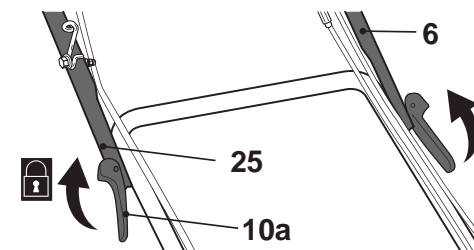

Fig. 4
6. Fixer la poignée supérieure (6) avec le kit de montage (10) à la poignée inférieure (25) (Fig. 4).
7. Verrouiller les leviers de fixation (10a) pour la fixer (Fig. 4).